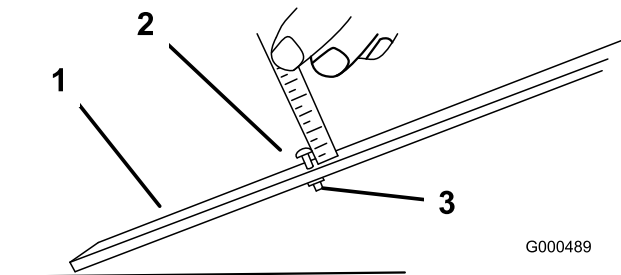

Рисунок 13
1. Ослабьте гайку мерной планки и установите регулировочный винт на требуемую высоту скашивания (Рисунок 13).